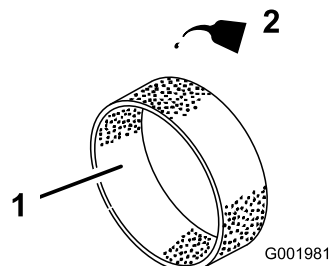

Figure 25
4. Imbibez l'élément de 30 à 60 ml d'huile (Figure 25).